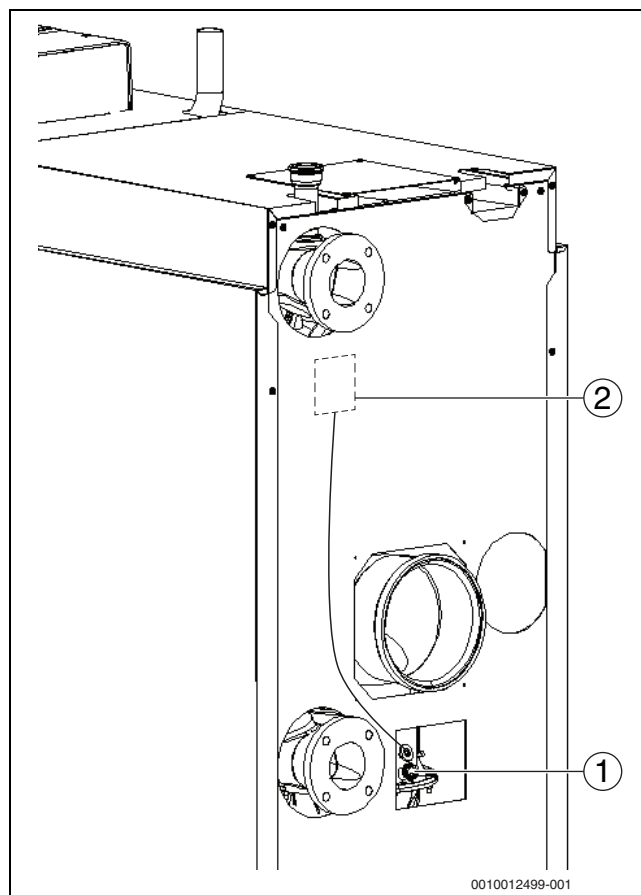

Fig. 33 Rilevamento dei valori di misurazione (grandezza caldaia 150-300 kW)
- Eseguire le seguenti misurazioni nei punti di rilevamento nel raccordo caldaia (→ fig. 33 e 34) e inserire i loro valori nel protocollo della messa in funzione (→ cap. 17.6, pag. 69):